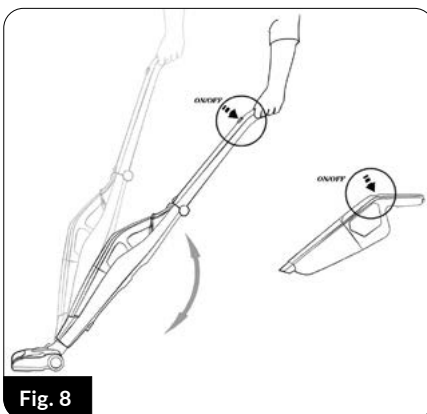
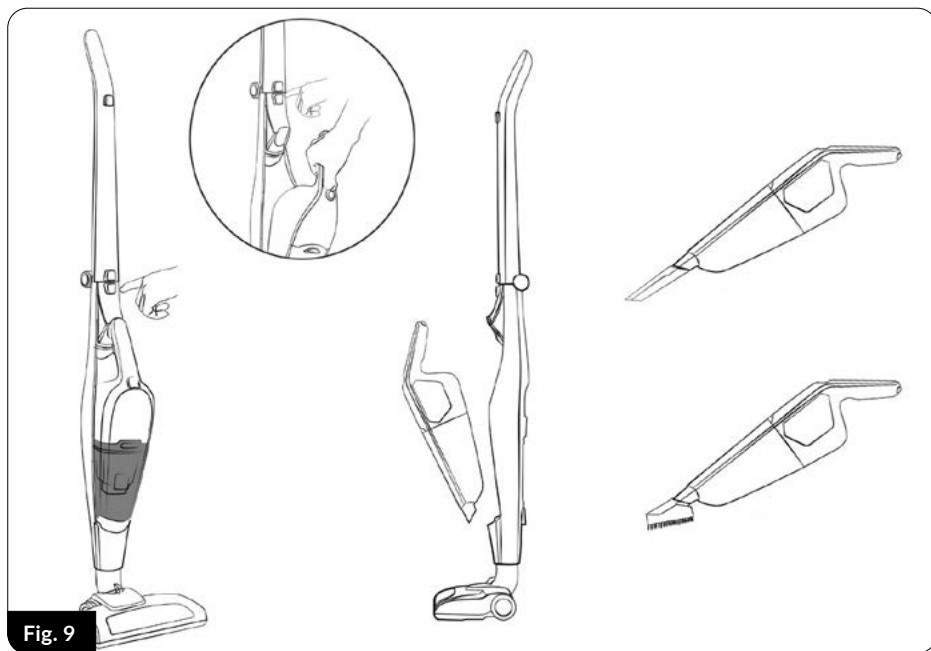

Fig. 8
Fig. 9
2. Porniți aspiratorul cu butonul (6) direct pe aspirator sau butonul (1) de pe mânerul principal (Fig.8). Funcționarea butoanelor este independentă una de cealaltă, atâta timp cât aspiratorul se află în mânerul principal.
4. Împreună cu aspiratorul, peria electrică (15) cu LED-uri (16) luminează suprafața care trebuie aspirată. Peria electrofuncțională este potrivită pentru aspirarea tuturor tipurilor de suprafețe dure și covoare.
5. Utilizarea echipamentului suplimentar al aspiratorului (peria mică, perie de crăpătură) este posibilă după scoaterea aspiratorului din mânerul principal. Apăsăți butonul (4) și scoateți aspiratorul din mânerul principal (2) și apoi conectați accesoriile corespunzătoare la capătul aspiratorului (Fig.9).